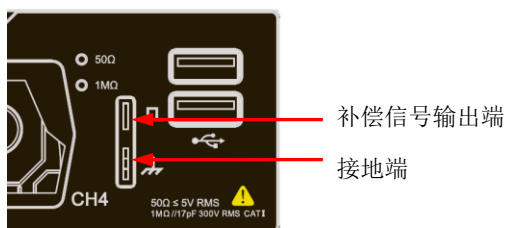

图 1-8 使用补偿信号
2. 将探头的接地鳄鱼夹连接至图 1-8 所示的“接地端”。
3. 使用探头连接示波器的通道 1 (CH1) 输入端和图 1-8 所示的“补偿信号输出端”。